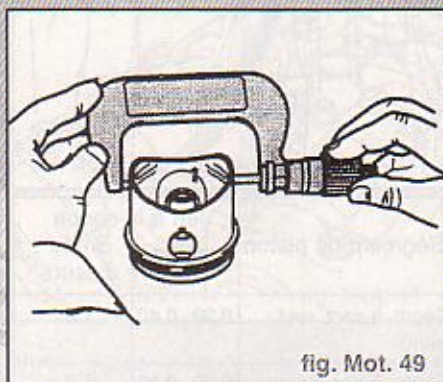

fig. Mot. 49
- Mesurer à environ 6 mm du bord inférieur et suivant un diamètre décalé de 90° par rapport à l'axe de piston (fig. Mot. 49). Différences par rapport à la cote nominale : 0,04 mm maxi.